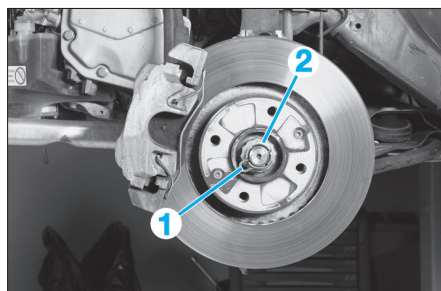
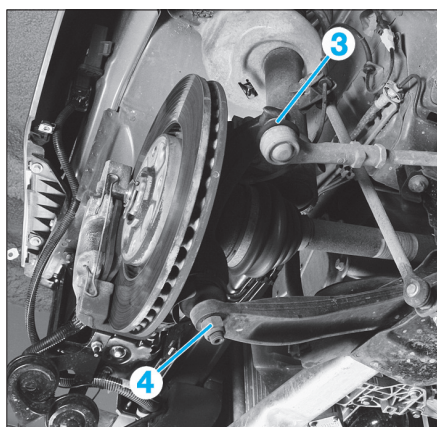
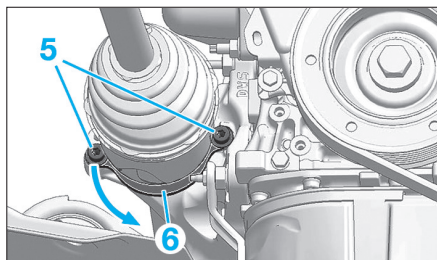

Fig. 2
Fig. 3
Fig. 4
- la goupille (1) (Fig.2),
- la cage-frein (2),
- l'écrou de rotule de direction (3) (Fig.3),
- l'écrou de rotule de pivot (4).
- Dévisser sans les déposer, les 2 vis (5) (Fig.4).
- Pivoter le jonc d'arrêt (6) selon la flèche.